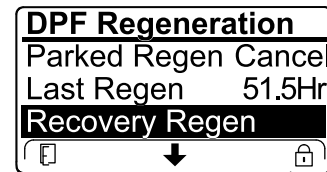

Bild 48
- Wenn der Motorcomputer keine Wiederherstellung-Regenerierung anfordert hat und Sie auf die Option RECOVERY REGEN. navigieren, ist die Wiederherstellung-Regenerierung gesperrt und das Schloss-Symbol (Bild 48) wird unten rechts im InfoCenter angezeigt.